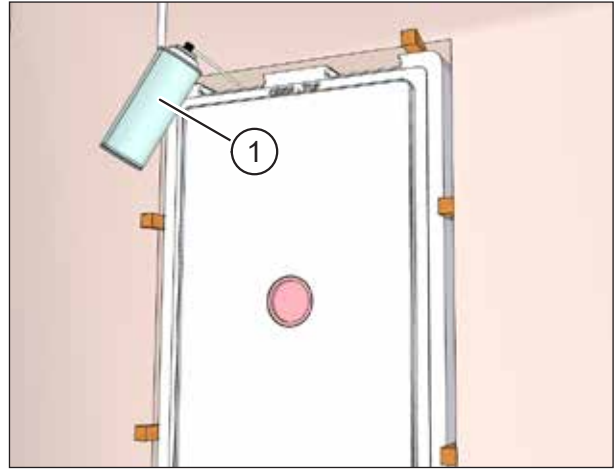

Abb. 24: Hohlräume um den Mauerkasten einschäumen
- ▶ Füllen Sie die Hohlräume zwischen Mauerkasten und Mauerdurchbruch umlaufend und durchgängig mit Montageschaum (Pos. 1 in Abb. 24) oder mit anderen geeigneten Verfüllmaterialien.